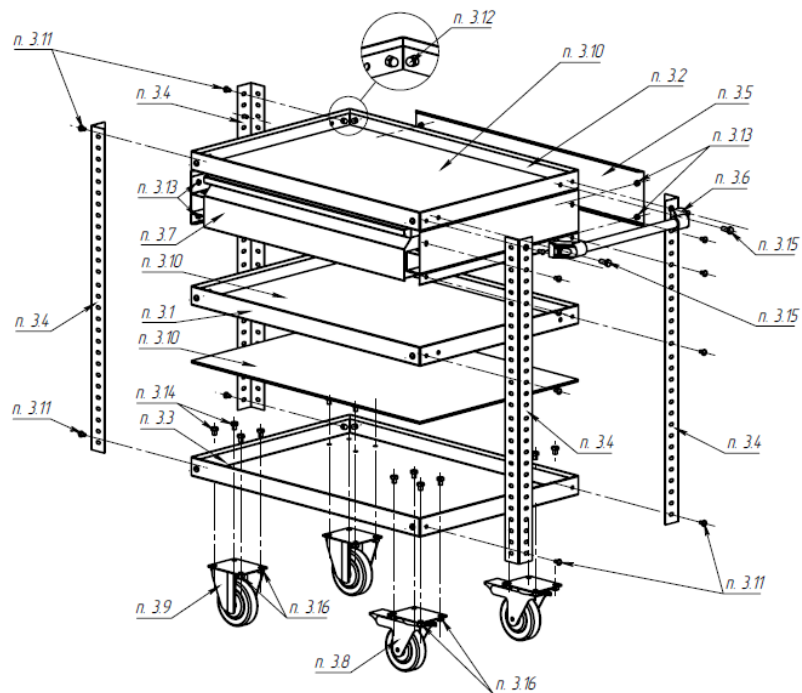

Рис.2
5.1 Процесс сборки изделия показан на примере тележки ТО-3 (рис. 2).